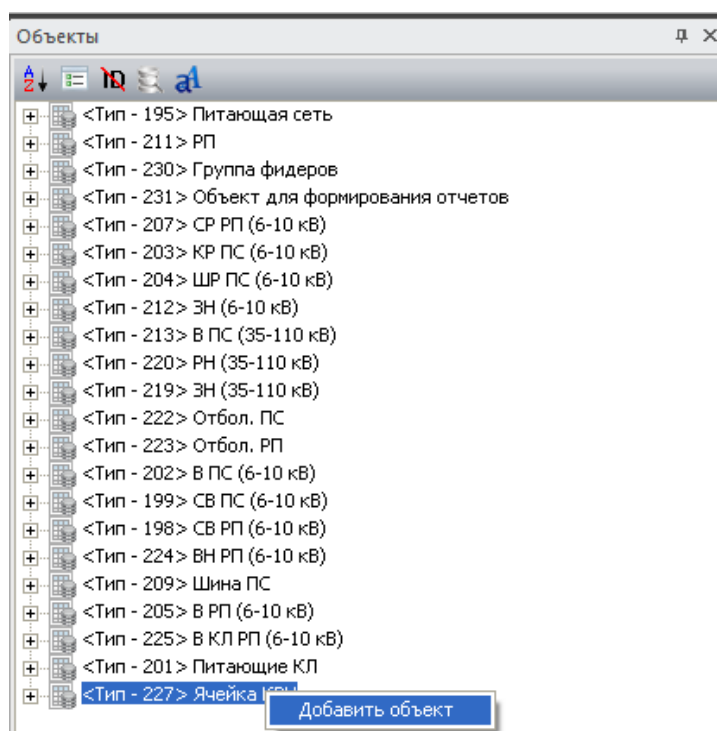

Рисунок 7.6 – Выбор команды «Добавить объект»
- Щелчком правой кнопки мыши по типу 227 вызвать контекстное меню и выбрать команду **«Добавить объект»** (Рисунок 7.6).